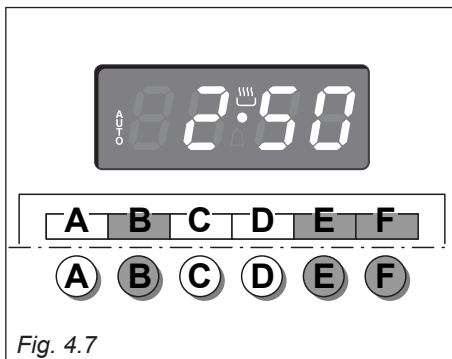

Fig. 4.7
1. Déterminer le temps de durée de la cuisson en pressant le poussoir "B" et le poussoir "F" pour avancer, ou le poussoir "E" pour revenir si le temps désiré a été dépassé (fig. 4.7).